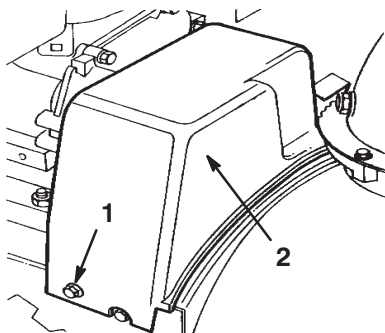

Bild 23
4. Entfernen Sie die zwei Schrauben, mit denen die Riemenabdeckung befestigt ist und legen die Abdeckung zur Seite (Bild 23).
3. Entfernen Sie die zwei Schrauben, mit denen die Riemenabdeckung befestigt ist und legen die Abdeckung zur Seite (Bild 23).